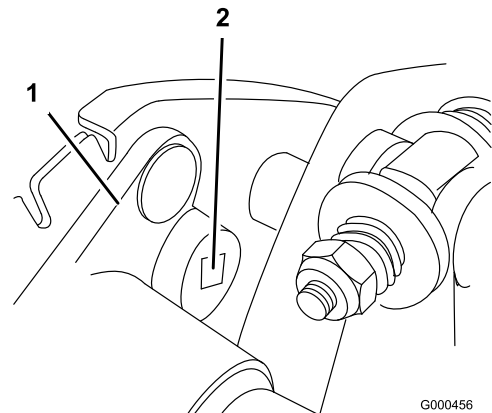

Bild 36
- B. Drehen Sie das Lagergehäuse mit einem 3/8 Zoll Drehmomentschlüssel mit 3,9 bis 4,5 Nm an, um die Riemenspannung einzustellen (Bild 36)